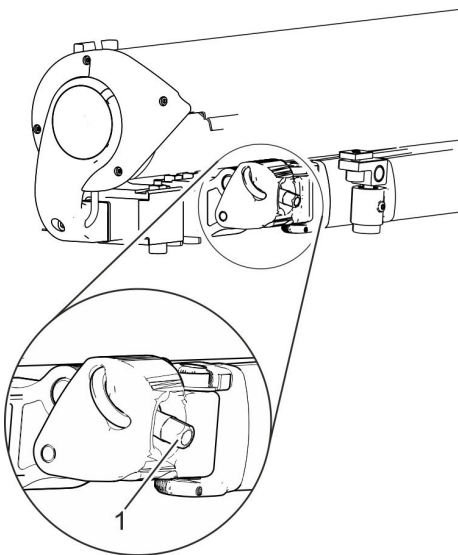

Abb. 18: Neigungsverstellung
4. ➤ Über die Gewindehülse SW 13 (Abb. 18/1) an allen Gelenkarmen die Neigung einstellen.